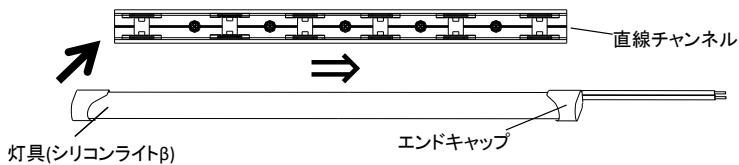

図3
- (4) 図3のように灯具を端の方から、たるまないように矢印方向(⇒)へ軽く引っ張りながら直線チャンネルの奥の方へ順次差し込み固定します。このとき図4のように灯具リブを固定ホルダ突起の奥まで確実に差し込んでください。